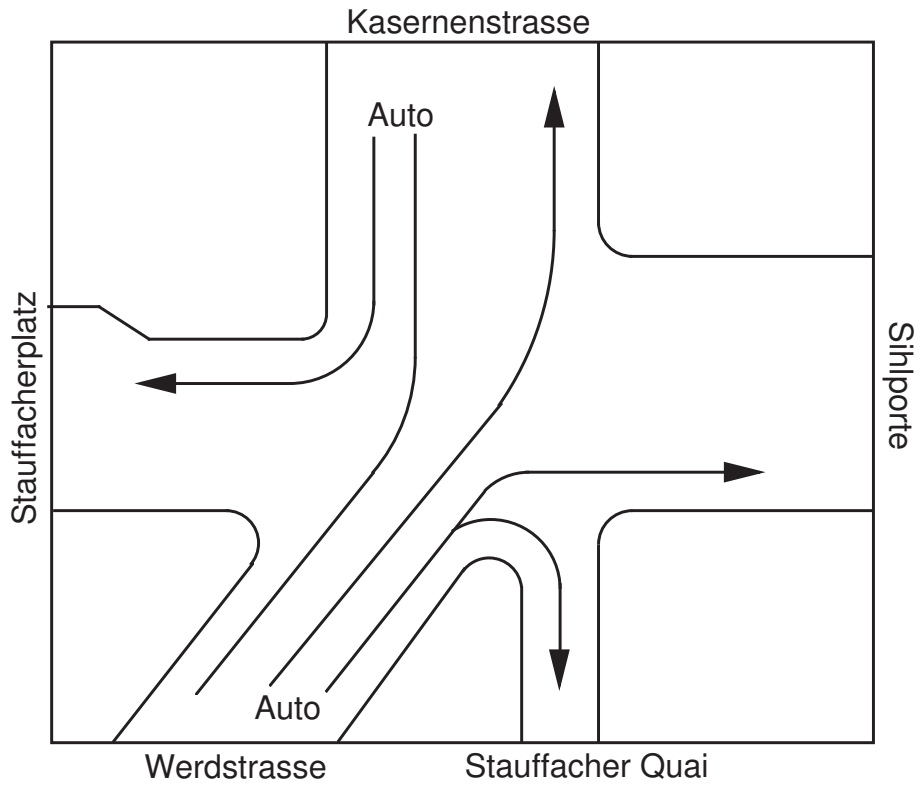

Abbildung 5: Grünlichtkombination 3.
- Bei den Grünlichtkombinationen 3 bis 6 haben keine Trams freie Fahrt. Bei Kombination 3 (Abb. 5) erhalten alle Fahrspuren von der Werdstrasse und der Kasernenstrasse grün.
Z3	Grünlichtkombination 3 (Abb. 5)